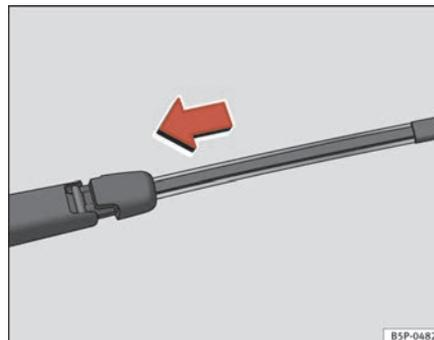

Fig. 164 Colocar a escova do limpa-vidros traseiro ▶
- Posicionar a escova, tal como se indica na ⇒ página 238, fig. 164 e deslizar o adaptador até que encaixe.